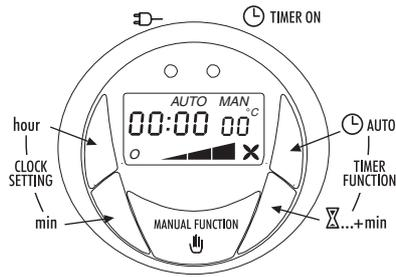

Fig.4
- 1-** Premi il tasto " ⏰ AUTO" ( fig.4) per accedere al primo programma (programma A). Si accende la spia gialla.